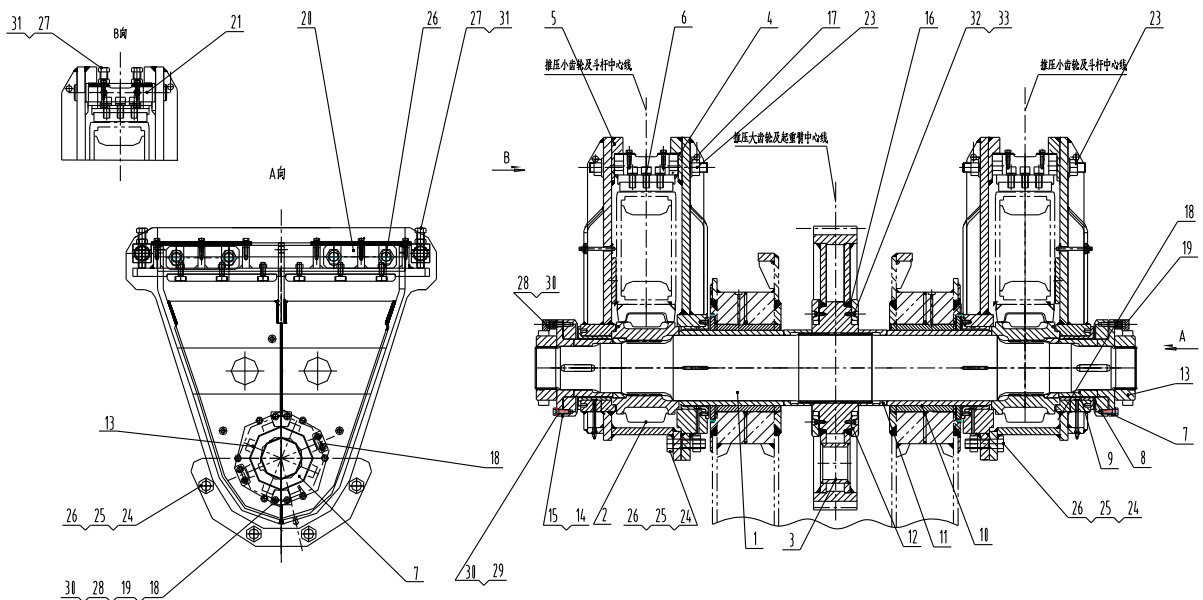

Рисунок 7-6. Устройство напорного вала
3. В следующем порядке из напорного вала вытащить опору (см. рисунок 7-6):